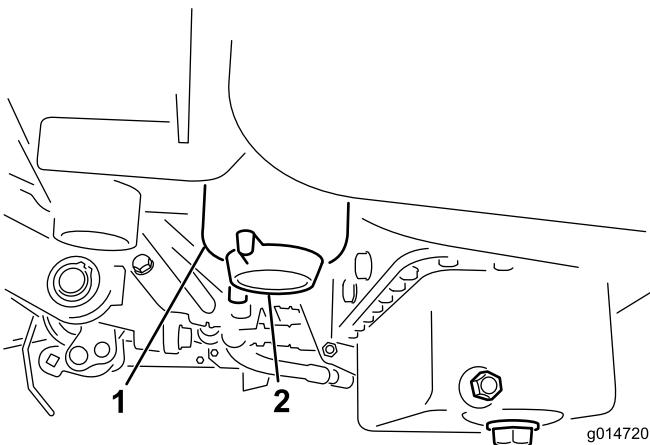

Bild 46
2. Reinigen Sie den Anbaubereich der Filterglocke (Bild 46).
4. Öffnen Sie das Filterablassventil (Bild 46).